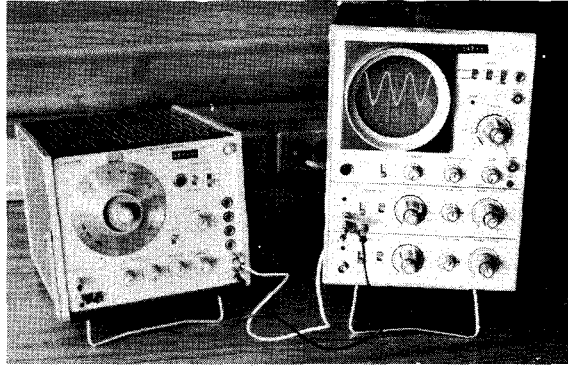

FIGURA 1
- a) Alambre el circuito de la figura 1. Con una frecuencia de 60 Hz, amplitud máxima y señal senoidal, observe en el osciloscopio la onda generada.